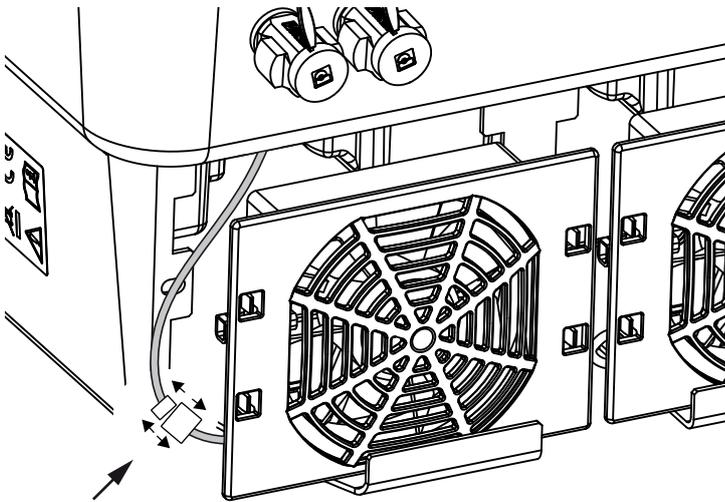

Fig. 65 : Déconnexion du câble du ventilateur
4. Enlever entièrement le ventilateur du boîtier. Pour cela, détacher le connecteur enfichable du câble du ventilateur.  **Fig. 65**